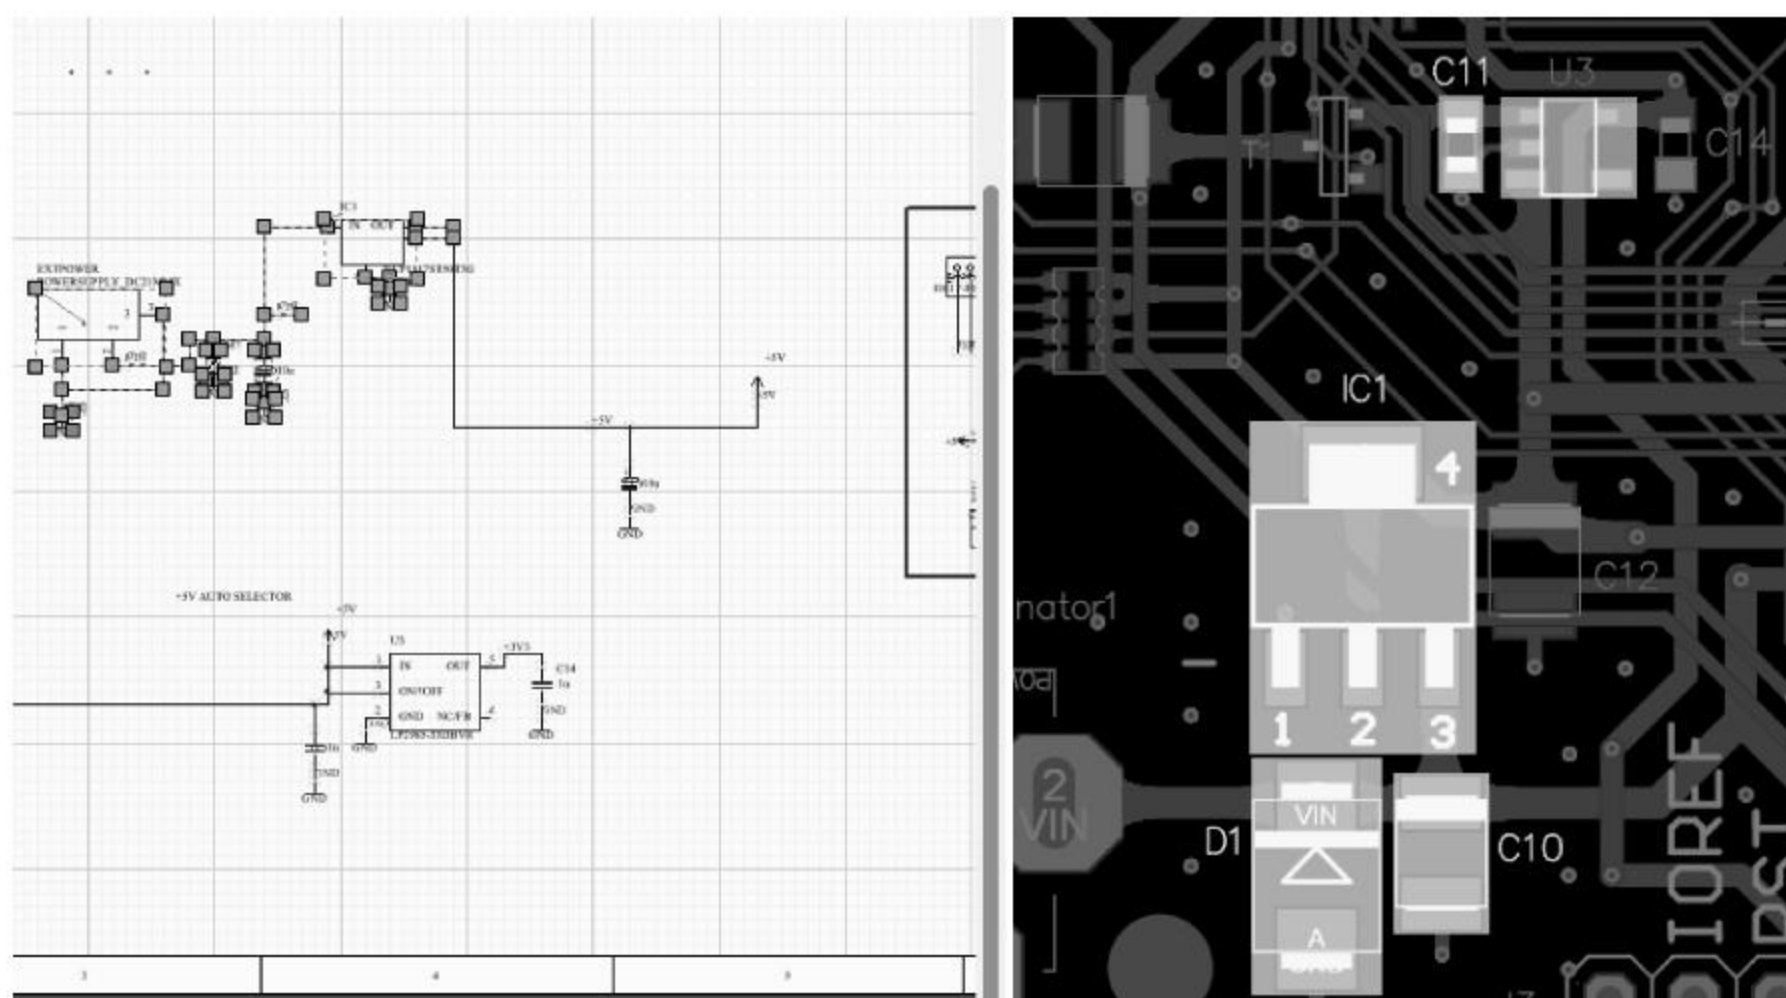

图 1-35 交叉选择模式
- 交叉选择的对象：这里设置用户需要交叉选择的选项,如元件、网络、Pin 脚。用户可勾选需要交叉选择的对象,一般只勾选“元件”这一项。在原理图中框选元件,PCB 中对应的元件便会被选中,其交叉选择效果如图 1-35 所示。